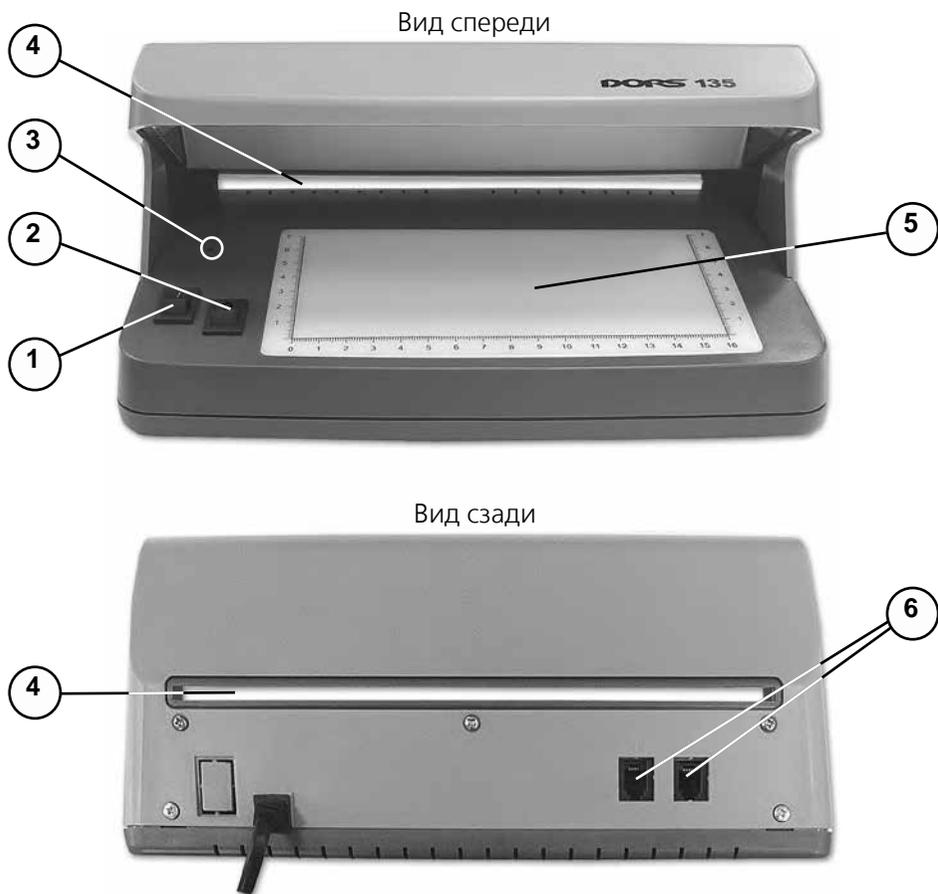
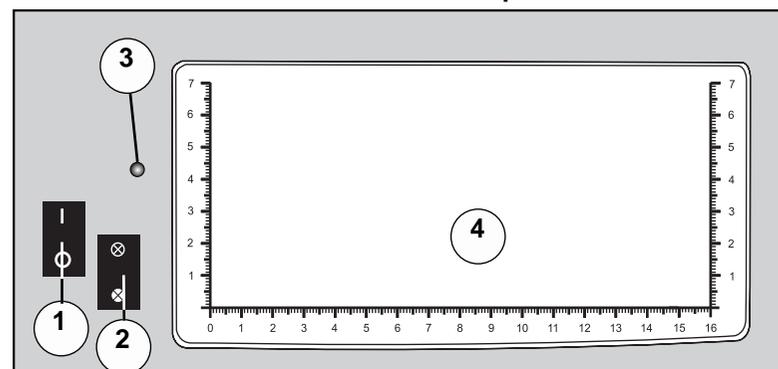

Рис. 1
Рис. 2.
1. Подключите детектор к сети (220 В, 50 Гц). При этом начнёт светиться индикатор подключения к электрической сети (рис. 1, поз. 3). Включите детектор нажатием клавиши выключателя «Сеть» на передней панели (рис. 1, поз. 1) – просмотрная зона (рис. 2, поз. 4) осветится синим или белым светом, в зависимости от положения переключателя "УФ/белый свет".
3. С помощью переключателя "УФ/белый свет" на передней панели детектора (рис. 2, поз. 2) выберите необходимый режим работы: